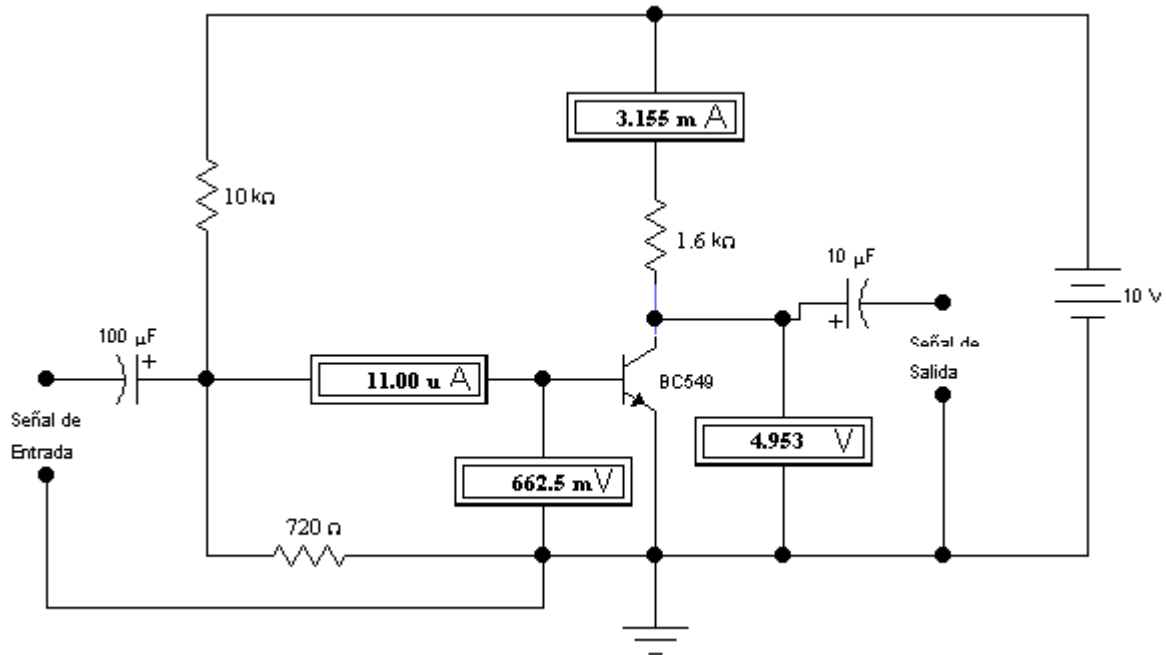

Fig. 29
- En la Fig. 29 se plantea una etapa similar a la utilizada en la descripción de funcionamiento de un Amplificador en Clase A, pero con un transistor real BC549. Observe se ha polarizado la base del TR de modo que la corriente de colector en reposo, es decir sin señal de entrada, sitúe la tensión de colector en prácticamente la mitad de la tensión de fuente.
- ❖ La Ganancia de Tensión de la etapa es de 131 veces, algo menor que en el caso planteado en las Figs. 29 – 30 – 31. Esto es debido a la menor disponibilidad de tensión Emisor-Colector por la inclusión de la resistencia de Emisor.